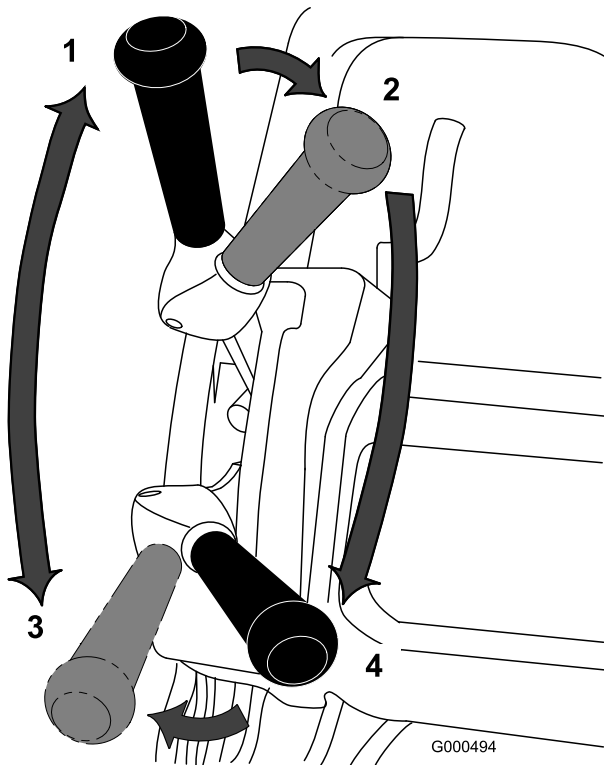

Bild 20
1. Starten Sie den Motor, stellen Sie den Gasbedienungshebel auf verringerte Geschwindigkeit, drücken Sie den Griff nach unten, um das Mähwerk anzuheben, schieben Sie den Fahrtriebshebel in die Stellung Aktiviert und transportieren Sie den Rasenmäher an eine Ecke der Rasenfläche (Bild 20).
2. Schieben Sie den Fahrtriebshebel auf die Stellung Deaktiviert und kuppeln Sie den Spindeltriebshebel ein (Bild 20).
3. Schieben Sie den Fahrtriebshebel in die Stellung „Aktiviert“, geben Sie soviel Gas, bis der Rasenmäher die gewünschte Geschwindigkeit erreicht hat. Fahren Sie den Rasenmäher auf die Rasenfläche, lassen Sie den Rasenmäher vorne ab und starten Sie mit dem Mähen (Bild 20).